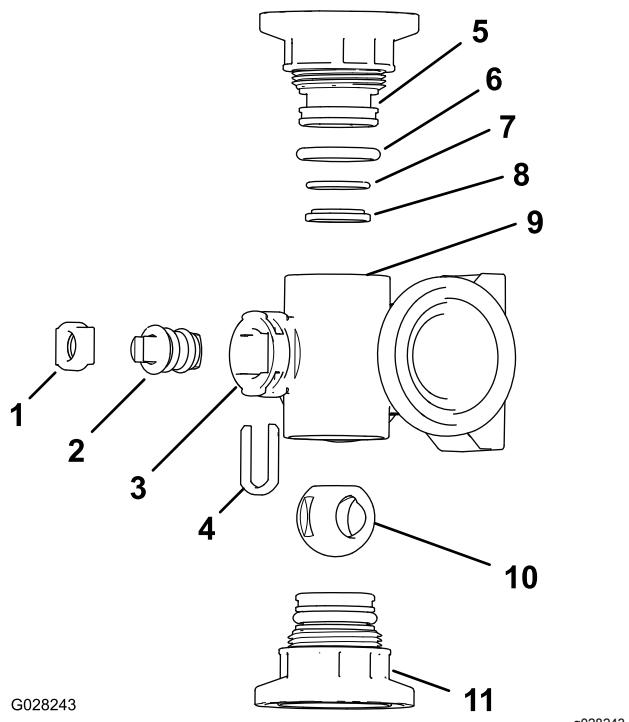
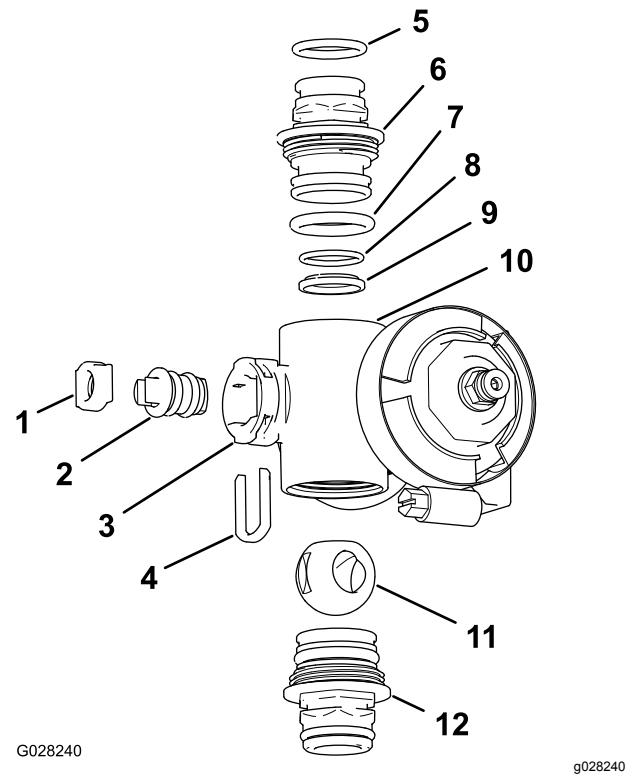

Figura 116
Figura 117
2. Retire los dos conectores de extremo de cada extremo del cuerpo del distribuidor (Figura 116 y Figura 117).
4. Retire la horquilla de retención del vástago de las ranuras del orificio del vástago del distribuidor (Figura 116 y Figura 117).
5. Retire la horquilla de retención del vástago y el asiento del vástago del colector (Figura 116 y Figura 117).
6. Retire el conjunto de vástago de la válvula desde dentro del cuerpo del distribuidor (Figura 116 y Figura 117).
1. Compruebe la condición de las juntas tóricas del conector de salida (distribuidor de la válvula de sección solamente), las juntas tóricas de los conectores de extremo, las juntas tóricas de los asientos, y los asientos de bola, en busca de daños o desgaste (Figura 116 y Figura 117).
2. Aplique grasa de silicona al vástago de la válvula e insértelo en el asiento del vástago de la válvula (Figura 116 y Figura 117).
3. Instale el vástago de la válvula y el asiento en el distribuidor y sujetelos con la horquilla de retención del vástago (Figura 116 y Figura 117).
4. Asegúrese de que la junta tórica del asiento y el asiento de la bola están alineados y asentados en el conector de extremo (Figura 116 y Figura 117).
5. Inserte el conjunto del conector de extremo en el cuerpo del colector hasta que la brida del conector de extremo toque el cuerpo del colector (Figura 116 y Figura 117); luego gire el conector de extremo $\frac{1}{8}$ a $\frac{1}{4}$ de vuelta más.